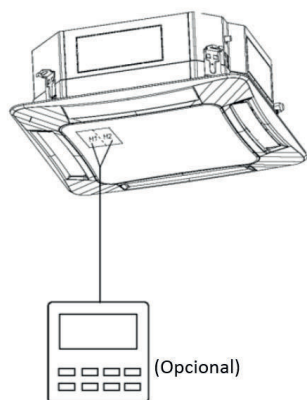
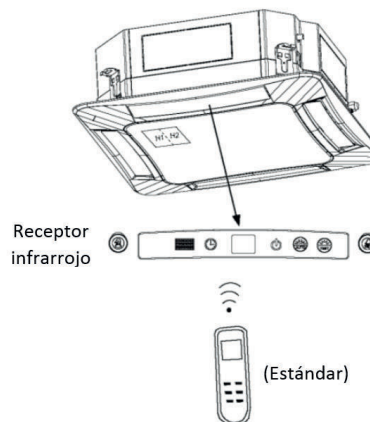

Fig 5.4.1
Fig 5.4.2
- 1) El controlador de cableado (estándar) se muestra como Fig.5.4.1, controlador inalámbrico (opcional) se muestra como Fig. 5.4.2, receptor de señal se proporciona con panel como accesorio estándar.